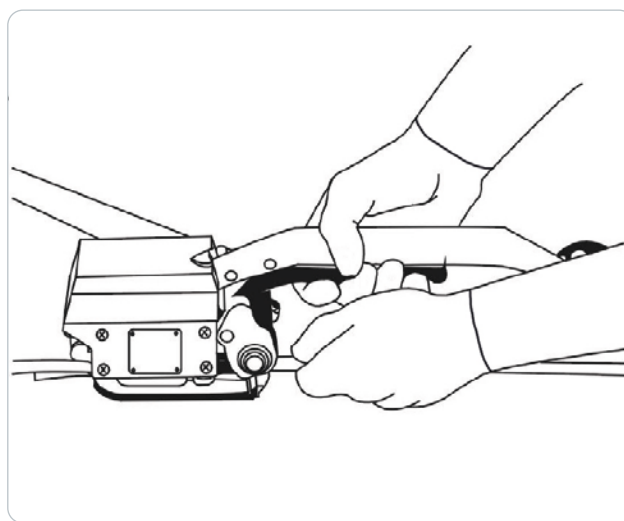

Figure 2
2. La bascule est actionnée avec la main droite. La main gauche guide les deux extrémités superposées du bracelet en acier dans l'appareil jusqu'à la butée, comme le montre la figure 2.